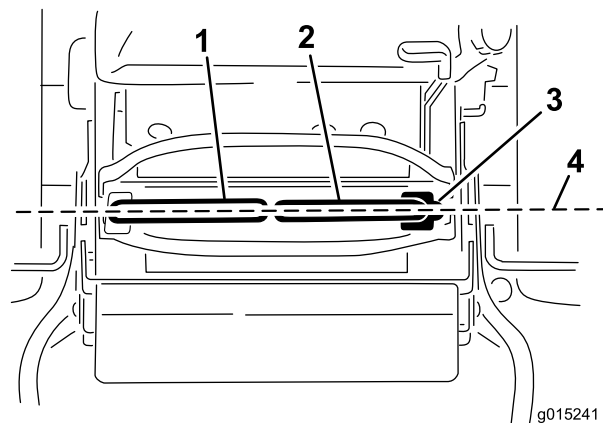

Figure 78
Important: Assurez-vous que l'alignement des roues de la machine est correct après avoir réglé les leviers de commande de déplacement. La procédure est identique pour régler l'alignement des roues et aligner les leviers de commande de déplacement longitudinalement (Figure 78).
- Une fois l'alignement horizontal effectué, vérifiez l'alignement avant/arrière (Figure 78).